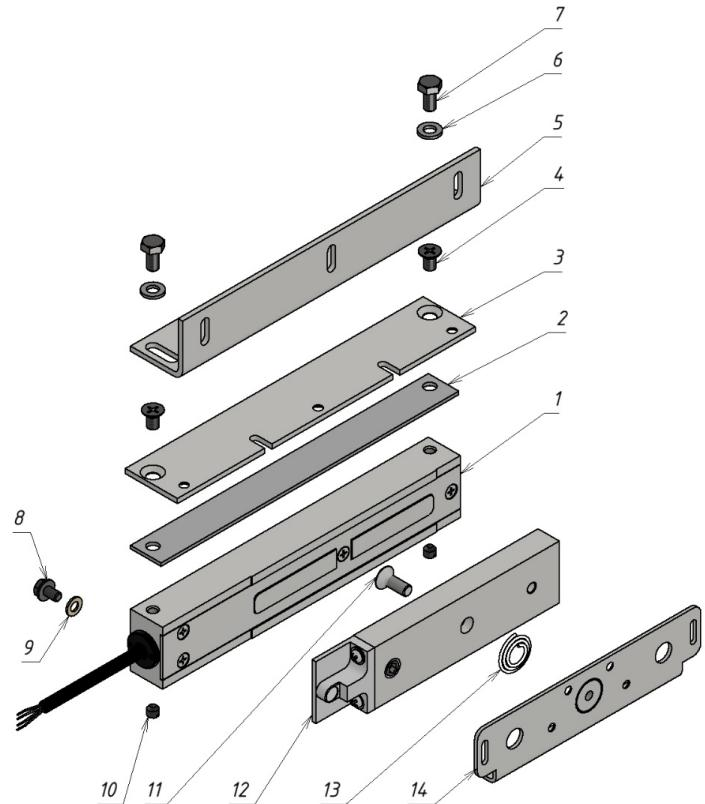
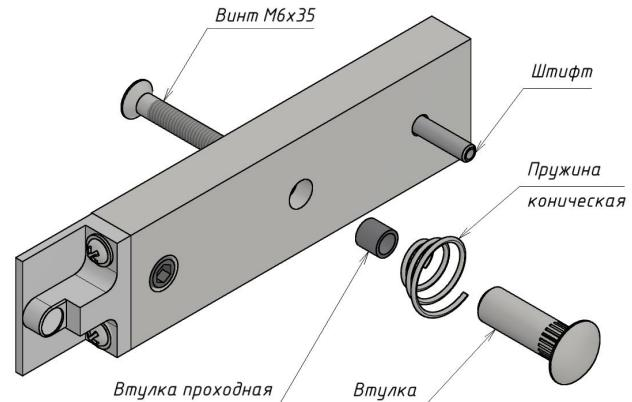

Рисунок 1 – Комплект поставки
Рисунок 2 - Комплект крепления якоря
4.1 В комплект поставки замка входят (рисунок 1):
- корпус (1)	1 шт.
- планка (2)	1 шт
- пластина монтажная (3)	1 шт.
- винт M6x10 потайн. (4)	2 шт.
- угольник (5)	1 шт.
- шайба 6 (6)	2 шт.
- болт M6x12 (7)	2 шт.
- винт заземления M5x8 (8)	1шт.
- шайба 5 (латунь) (9)	2 шт.
- винт-заглушка M6x6 (10)	2 шт.
- винт M6x16 (потайн.) под ключ S4 (11)	1 шт.
- якорь (12)	1 шт.
- пружина коническая (13) (из комплекта крепления якоря)	1 шт.
- пластина крепления якоря (14)	1 шт.
- комплект крепления якоря (рисунок 2)	1 шт.
Замок состоит из корпусной части и якорной части (рисунок 1). Для обеспечения эксплуатационных характеристик рабочие поверхности корпуса и якоря должны быть совмещены и плотно прилегать друг к другу при закрывании двери.
Корпус замка может крепиться при помощи угольника (5) или через монтажную пластину (3) (рисунок 1). Если позволяет конструкция места монтажа, допускается крепление непосредственно через крепежные отверстия в корпусе замка (резьба M6), длина винтов в этом случае определяется по месту, при этом в тело корпуса винты должны входить не более чем на 8мм.
- с помощью комплекта крепления якоря с отверстиями в двери для винта крепления якоря и фиксирующего штифта (рисунок 2);
- без отверстий в двери, с помощью монтажной пластины крепления якоря (12) (рисунок 1).